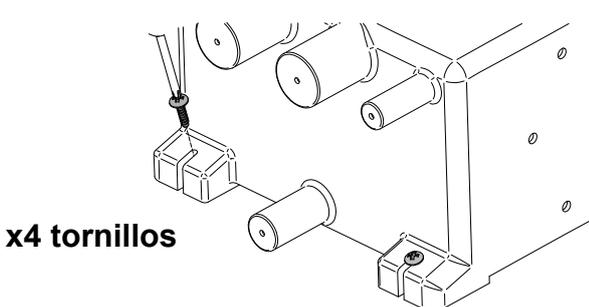

**Figura 3. Tamaños de puerto y diámetros de taladro recomendados para modelos de depósitos de residuos grises de 8 litros (2,1 gals. EE.UU.)**
**Paso 1:** Taladre solo los puertos que vayan a ser utilizados en la instalación. En la Figura 3 se muestran los tamaños de puertos y los diámetros recomendados de taladro para modelos de depósitos de 8 l (2,1 galones EE.UU.), y en la Figura 4 se muestran para modelos de depósitos de 16 l (4,2 galones EE.UU.) y 20 l (5,3 galones EE.UU.). Asegúrese de que se retiren todas las virutas desde el interior del depósito después de taladrar.